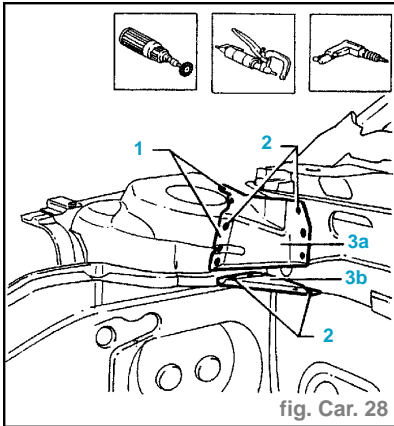

fig. Car. 28
- Utiliser l'émoissante et enlever les points de soudure (1) (fig. Car. 28).